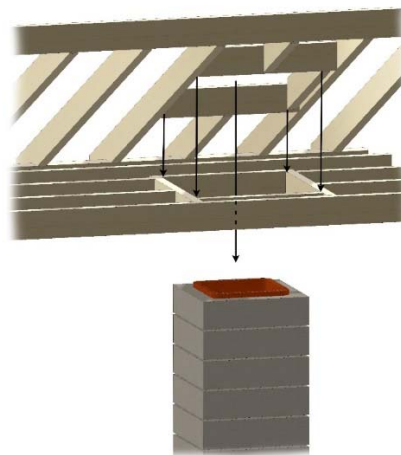

Figura 23. Penetración en el techo
C. Mida hacia todos los lados del clavo y marque la abertura requerida, y luego haga un agujero en el techo. Recuerde que el agujero se mide en la horizontal, y luego se proyecta hacia el techo. El agujero puede ser entonces más grande, dependiendo de la inclinación del techo. Véase la figura 23.